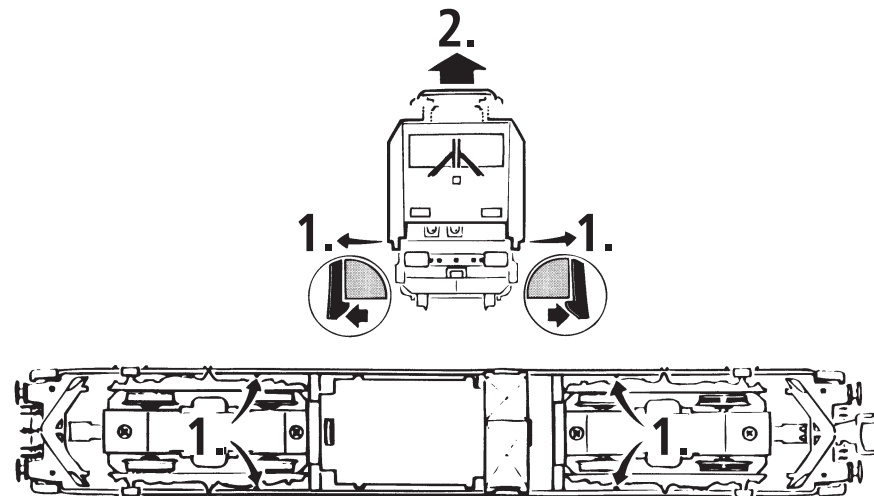

Fig. 5
3. Haftreifenwechsel: Zuerst den Getriebedeckel abnehmen (Fig. 5). Danach den **Radsatz** herausnehmen und die **Haftreifen** mit einer Nadel od. mit einem feinen Schraubendreher abziehen (Fig. 5). Beim Aufziehen der neuen Haftreifen darauf achten, dass diese sich nicht verdrehen.
3. Change of traction tyre: Remove the gear cover (fig. 5). Take out **wheel set** and remove **traction tyre** using a pin or a fine screwdriver (fig. 5). When pressing on the new traction tyre please **avoid twisting it**.
3. Échange des bandages d'adhérence: Démontez d'abord le **couvercle du carter des engrenages** des engrenages (fig. 5). Délogez ensuite les essieux bandagées et enlevez, à l'aide d'une aiguille ou d'un tournevis fin, les bandages d'adhérence (fig. 5). Lors du montage des nouveaux bandages veuillez veiller à ce que les bandages **ne soient pas tordu**.